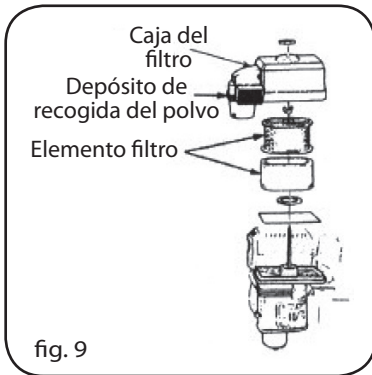

fig. 9
2. FILTRO DE RECOGIDA DE POLVO (Fig. 9)